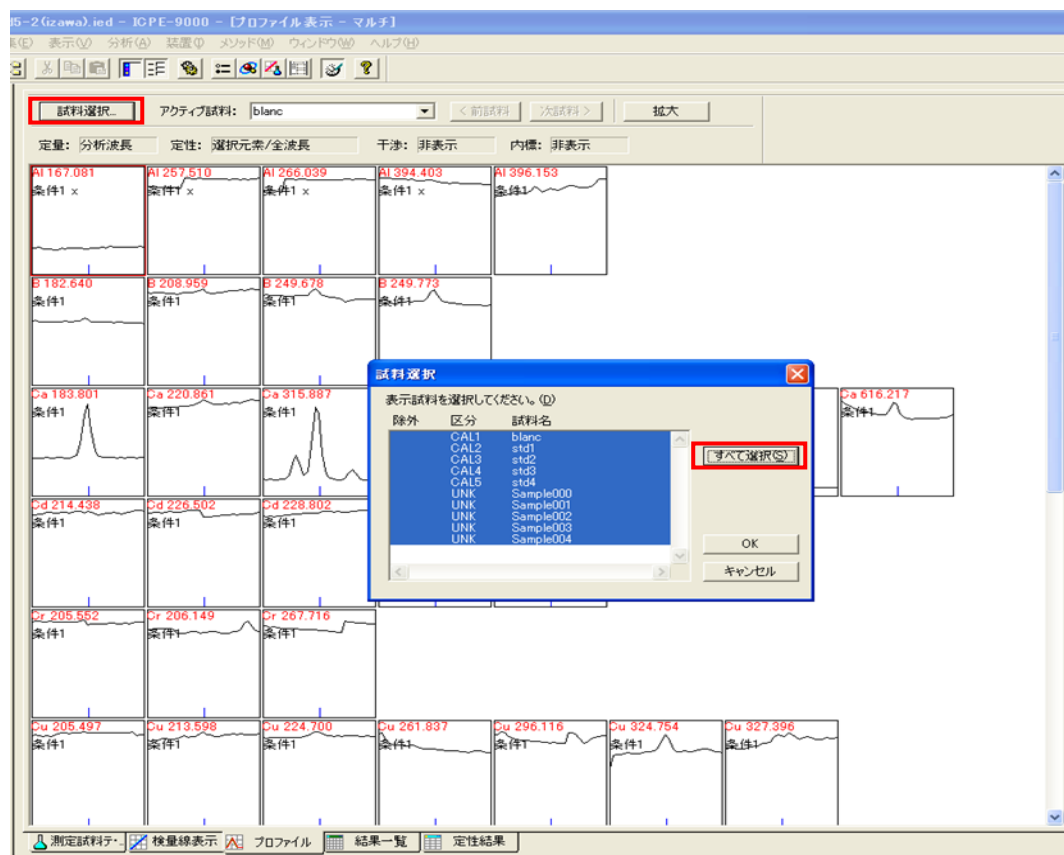

図 44
- ① 「試料選択」をクリックします。 図 44
- ② 試料選択の「すべて選択」をクリックします。